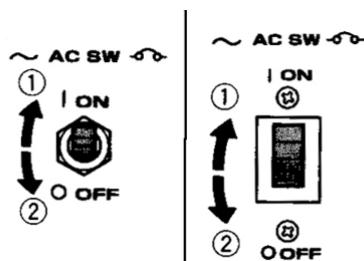

Рис.3
3) АВТОМАТИЧНИЙ ВІМИКАЧ (ВІМИКАЧ ЗМІННОЇ НАПРУГИ)/ВІМИКАЧ БЕЗ ПЛАВКОГО ЗАПОБІЖНИКА (Рис.3)